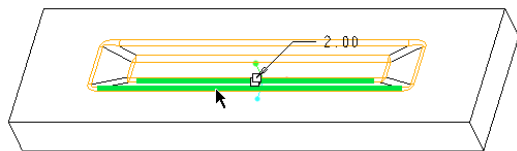

图 6-176 圆角 2
(1) 单击 （倒圆角）按钮，打开“倒圆角”选项卡。
(2) 设置当前圆角集的半径为“2”。
(3) 结合〈Ctrl〉键选择图 6-176 所示的边线。